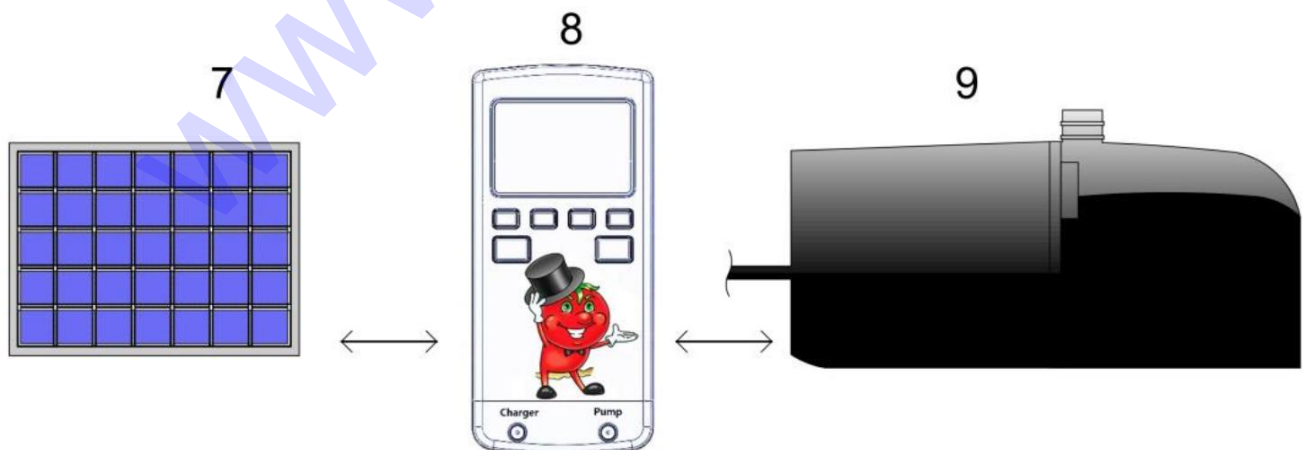

Рис.6
12. Установите контроллер (8) в месте, защищенном от конденсата, влаги и осадков, например, снаружи под крышей Вашей теплицы.
13. Установите солнечную батарею (7) в максимально освещаемом (незатененном) солнцем месте, например, на крыше теплицы или рядом с ней, таким образом, чтобы защитить ее заднюю поверхность от воздействия влаги и осадков.
14. Соедините солнечную батарею (7) с контроллером (8) (Рис.6).
15. Соедините контроллер (8) с насосом (9) (Рис.6.)